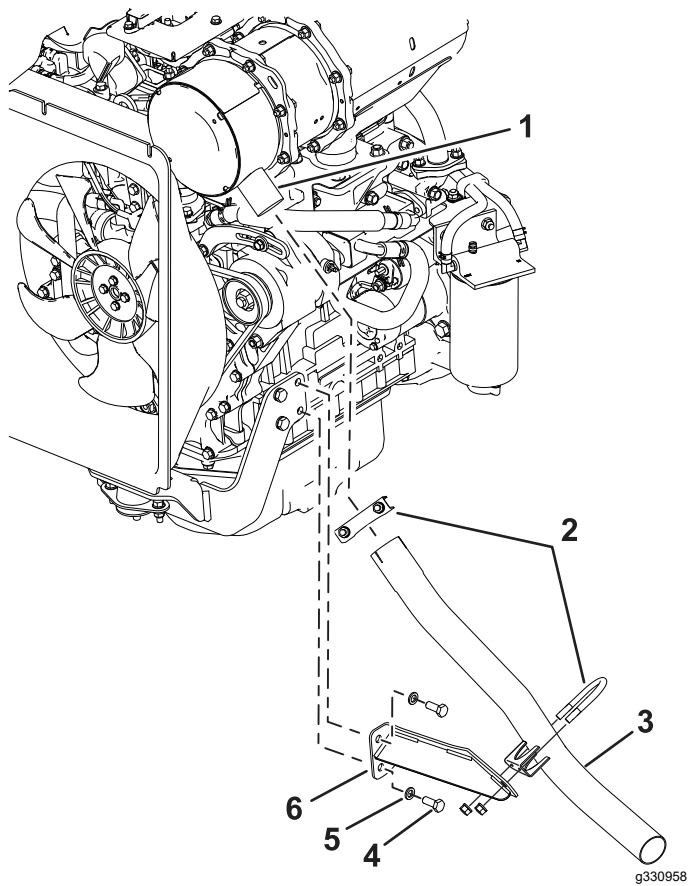

Figura 3
4. Instale o novo conjunto do suporte na lateral do motor com as anilhas e parafusos do motor previamente removidos (Figura 3).
5. Deslize a abraçadeira existente sobre o novo tubo de escape e instale o novo tubo de escape na saída do DPF (Figura 3).
6. Instale a nova abraçadeira em redor do novo tubo de escape e no conjunto do suporte com as ferragens da abraçadeira (Figura 3).
8. Aperte os parafusos do motor com 54 N·m e, em seguida, aperte todas as abraçadeiras (Figura 3).